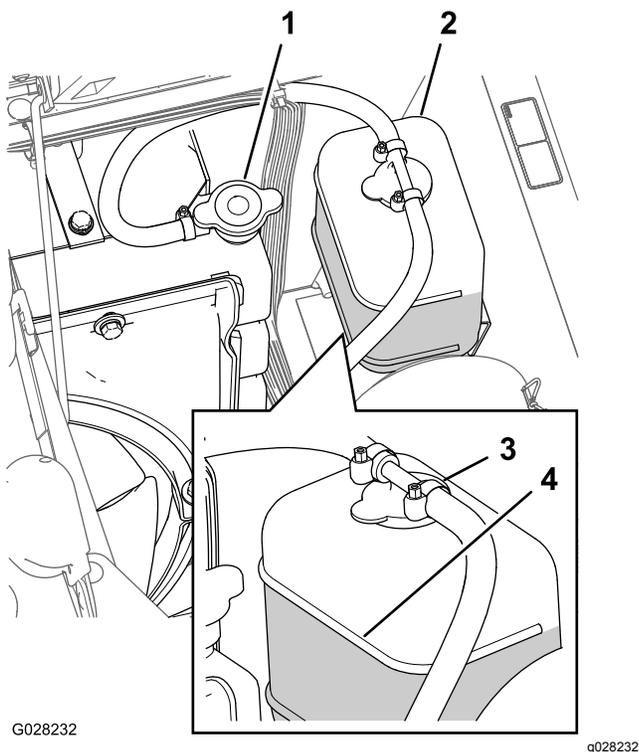

Figure 66
2. Lorsque le moteur est froid, retirez le bouchon du radiateur (Figure 66).
- Retirez le bouchon de radiateur (Figure 66).
- Démarrez le moteur en ayant serré légèrement le bouchon sur le radiateur (Figure 66).
- Une fois le liquide de refroidissement chaud, faites l'appoint jusqu'à la surface d'étanchéité du bouchon et serrez ce dernier (Figure 66).
- Ouvrez le bouchon du vase d'expansion et remplissez de liquide de refroidissement jusqu'au niveau à froid (Figure 66).